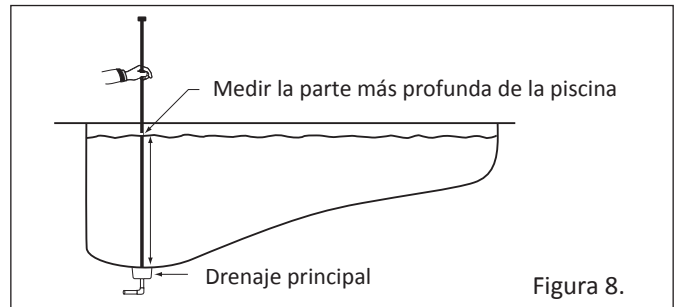

Figura 8.
1. Mida la parte más profunda de la piscina. Consulte la Figura 8.